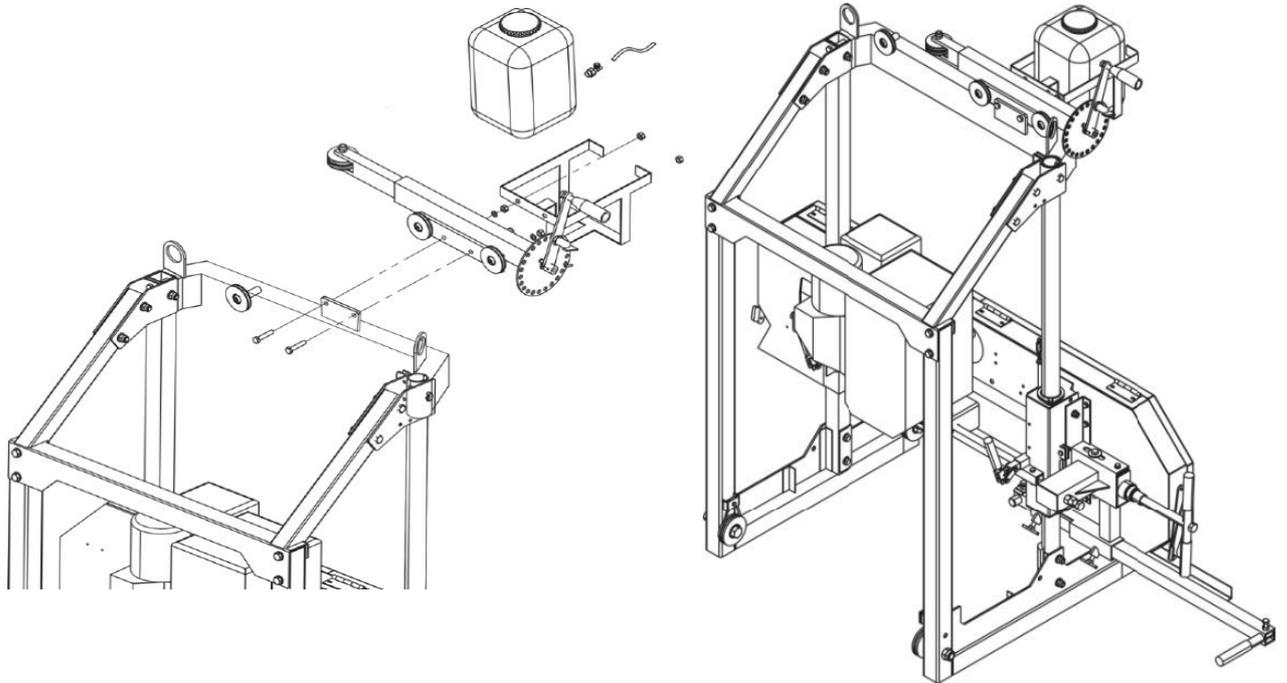

Abb.5-15: Hebesystem und Wassertank
9. Montieren Sie das Hebesystem und den Wassertank am Träger (Abb. 5-15). Verwenden Sie einen Schraubenschlüssel, um die Mutter zu halten, und ziehen Sie die Schraube an, dann setzen Sie den Wassertank in die Halterung.